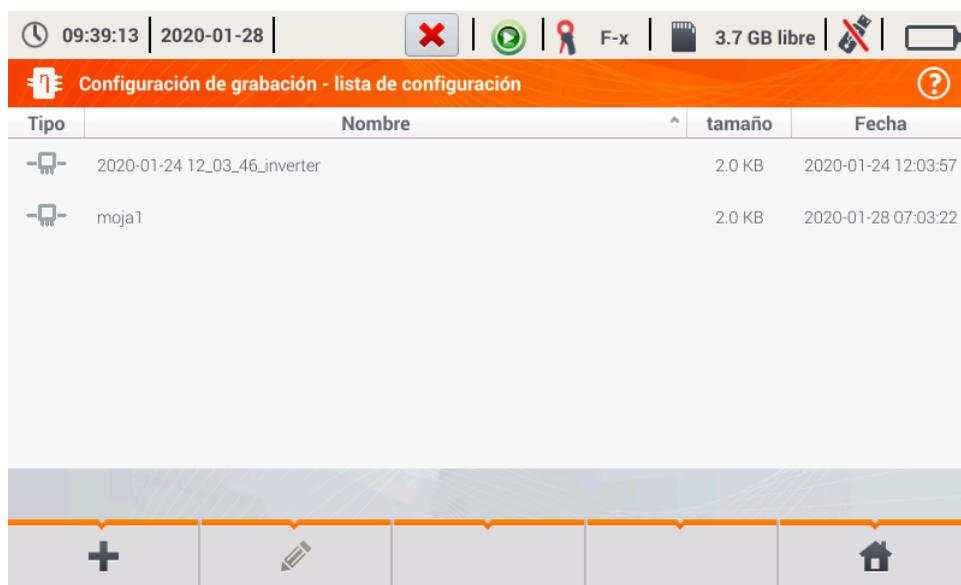

Fig. 3.11. Menú de configuraciones guardadas
- 📁 ir a la lista de configuraciones guardadas del inversor y crear una nueva configuración. Las configuraciones se presentan como las configuraciones de medición, se les asigna el icono . El doble clic en la configuración seleccionada hace que se abra automáticamente y se pasa a la pantalla de ajuste de la eficiencia del inversor (**Fig. 3.11**). Botón de la barra de menú  sirve para añadir nuevas configuraciones de la eficiencia del inversor (se abre la ventana como se muestra en la **Fig. 3.12** con los ajustes predeterminados). El icono  sirve para editar la configuración seleccionada.